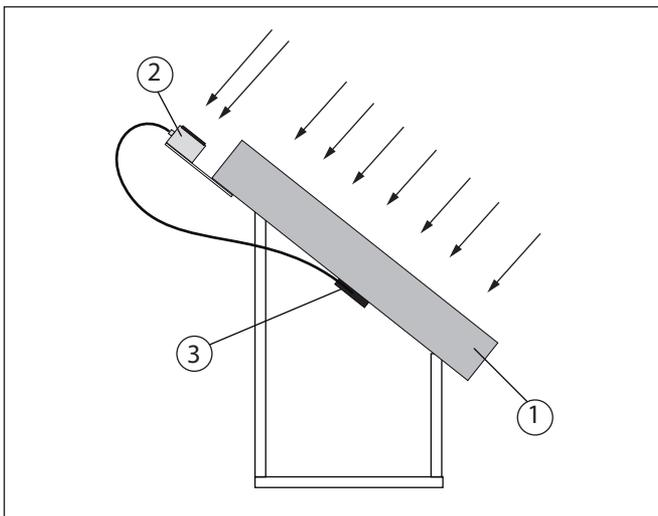

Fig. 3 Installazione del sensore sul modulo solare
- (1) Modulo solare
- (2) Sensore delle irradiazioni e della temperatura ambiente
- (3) Sensore temperatura modulare
Il sensore delle irradiazioni e della temperatura ambiente (fig. 3 (2)) deve essere orientato secondo lo stesso angolo del modulo solare (fig. 3 (1)), in modo tale che possano essere trasmessi valori misurati corretti.
- ▶ Incollare il sensore temperatura modulare (fig. 3 (3)) sulla parte posteriore del modulo, premere sufficientemente forte.